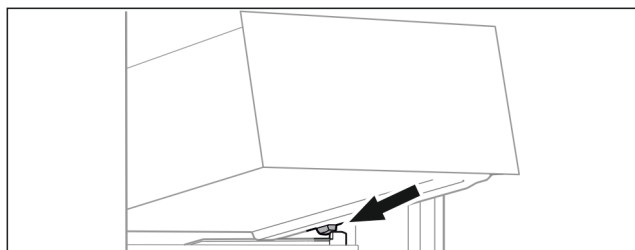

Fig. 59
- ▶ Applicare il cassetto inclinandolo dietro i fermi sulla nervatura del contenitore. (vedere Fig. 59)